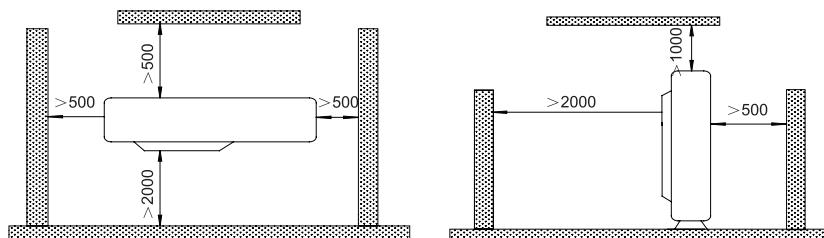

Fig. 3
- (1). Dans la mesure du possible, installez l'équipement extérieur à l'écart de la poussière ou de l'humidité de la pluie.
- (2). Installez l'équipement extérieur dans un emplacement adéquat pour le brancher à l'équipement intérieur.
- (3). Installez l'équipement extérieur dans un emplacement permettant l'évacuation de la condensation d'eau en mode chaud.
- (4). Eloignez les animaux et plantes de l'air chaud.
- (5). Prenez en compte le poids du climatiseur et choisissez un emplacement où le bruit et les vibrations sont limités.
- (6). Installez l'équipement extérieur dans un emplacement pouvant supporter le poids de l'équipement et produisant le moins de bruit et de vibrations possibles.
- (7). Gardez l'espace indiqué dans la Fig. 3, de sorte à éviter que le débit d'air ne soit obstrué. De même, pour un fonctionnement efficace, laissez trois des quatre directions libres.